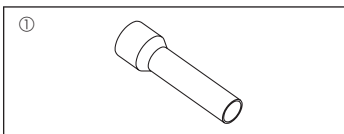

Fig. 1-1
1.6. Εξαρτήματα εξωτερικής μονάδας (Fig. 1-1) (SW160, 200)